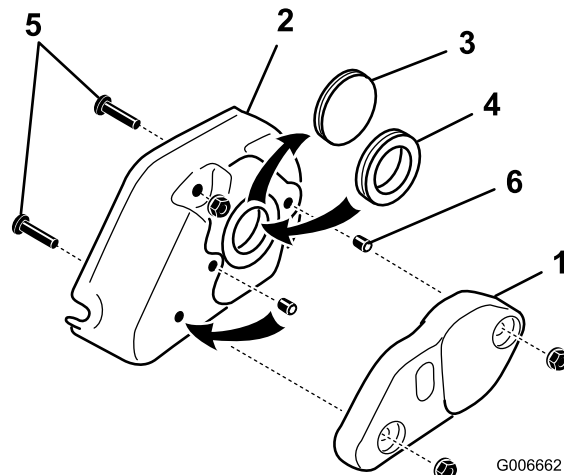

**Рисунок 27**
- Установите проверочную линейку на наружную поверхность **ведущего** шкива (Рисунок 27).